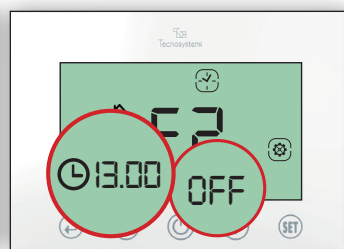

Fig.11
2.3 Impostare l'orario di spegnimento OFF della fascia F2 (13.00) e confermare con (↩). (Fig.11)